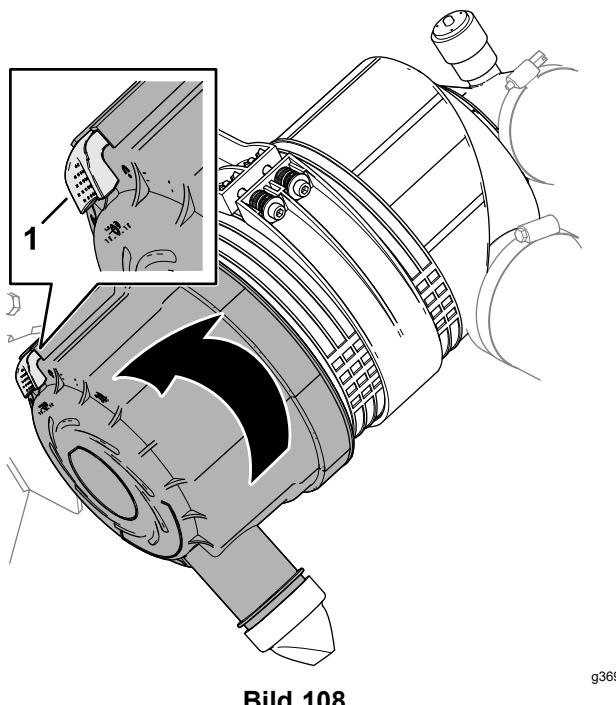

Bild 108
- Ziehen Sie den Riegel nach außen und drehen Sie die Luftfilterabdeckung nach links (Bild 108).